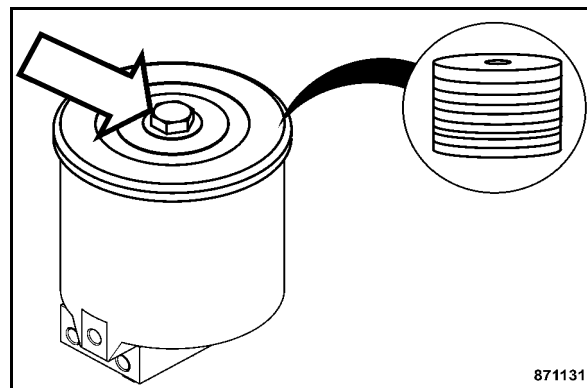

Fig. 163
- Dévisser la vis et retirer le couvercle (Fig. 163).